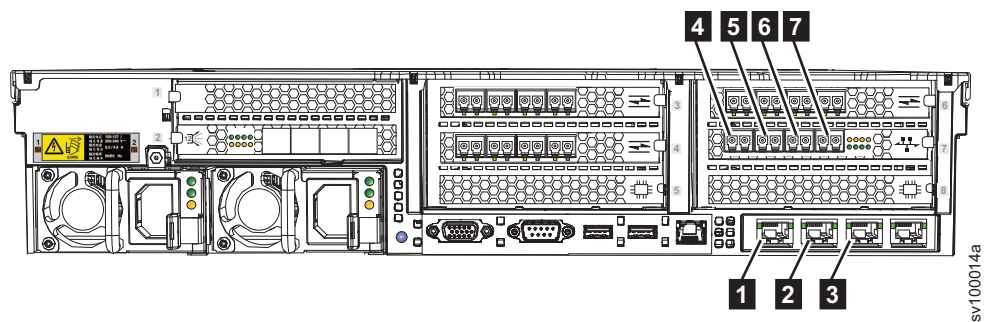

Figura 31. Los puertos Ethernet de la parte posterior del SAN Volume Controller 2145-SV1
1. Conecte los cables Ethernet a los puertos Ethernet de la parte posterior del SAN Volume Controller 2145-SV1. Los puertos 1 a 3 son estándar. Si tiene adaptadores Ethernet ópticos de 10 Gbps o 25 Gbps que desea conectar a un conmutador Ethernet para comunicaciones iSCSI, los 11 puertos Ethernet pueden estar disponibles. Figura 31 muestra una de las posibles configuraciones de nodo.